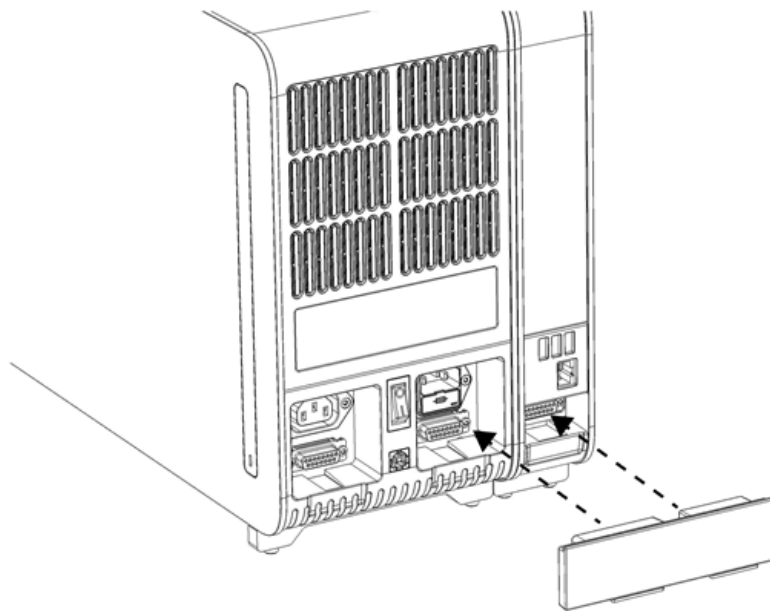

図8.解析／操作モジュールブリッジを接続。
5. 解析／操作モジュールブリッジを QIAstat-Dx Analyzer 1.0 の背面に接続して、操作モジュールと解析モジュールを接続します（図8）。